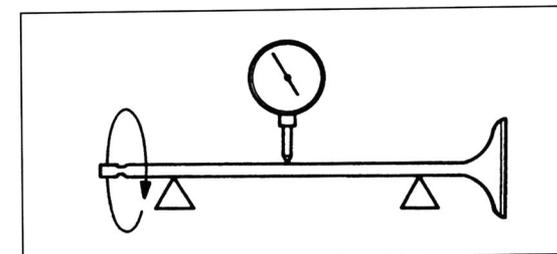

Bild 182
- **📏** Schlag der Ventilschäfte wie in Bild 182 gezeigt messen; maximal zulässiger Schlag 0,05 mm Gesamtanzeige.